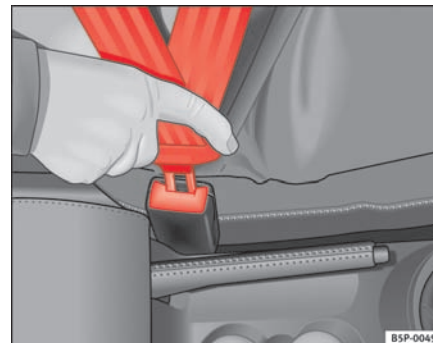

Fig. 12 Selelås og selens låsetap
- Stik låsetappen ind i den seletås, der hører til den pågældende siddeplads. Du skal kunne høre, at den går i hak ⇒ side 23, fig. 12.